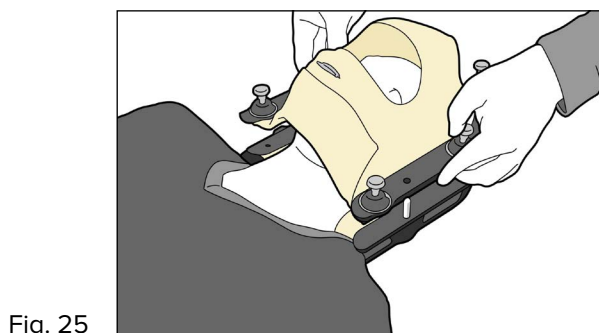

Fig. 25
3. Dra försiktigt av masken från patienten. (Fig. 25)